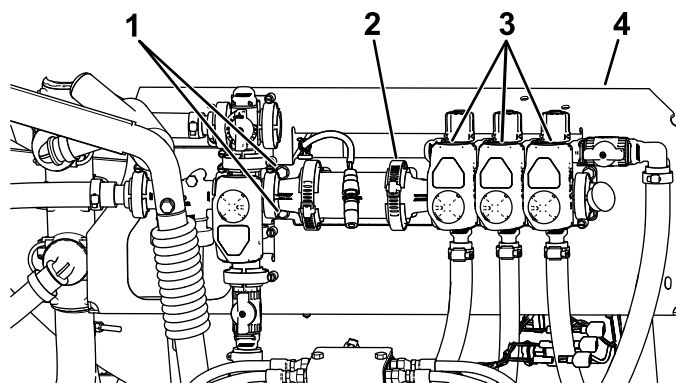

図 4
2. ブームバルブアセンブリを取り付けブラケットに固定しているボルトをゆるめる外さないこと図 4。
3. 攪拌バルブをブームバルブアセンブリに固定している既存のワームクランプをゆるめる図 4。